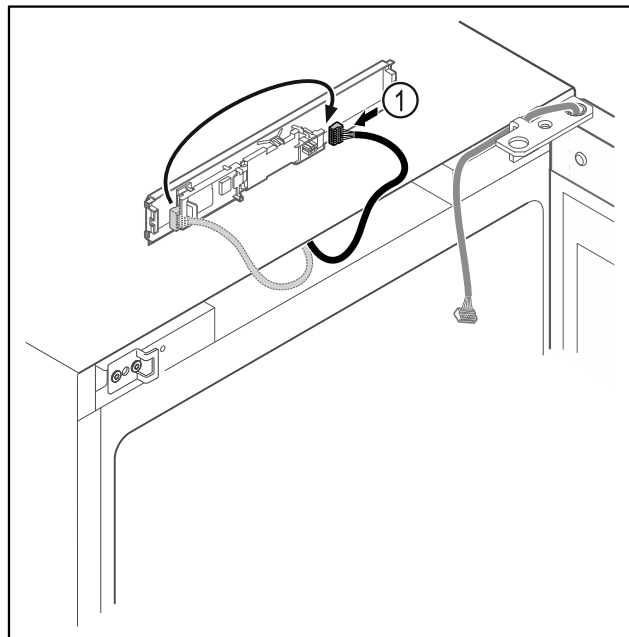

Fig. 18
- ▶ Dugja át a dugót Fig. 18 (1) a NYÁK-ba.